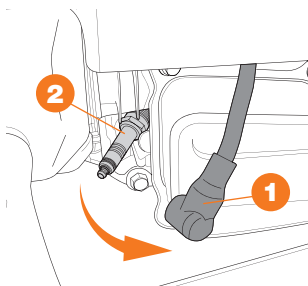

Рис. 24
- Снимите свечной колпачок **1** (Рис. 24).